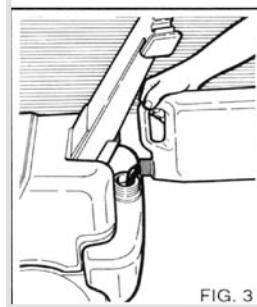

FIG. 3
Выберите необходимое химическое средство и разведите его водой (рис.2.) в соответствии с инструкциями указанными упаковке средства. Заполните бак полученным раствором (рис.3). Спрашивайте у дилера каталог химических средств в зависимости от вида мытья и типа обрабатываемой поверхности.
- 1) Откройте кран подачи воды (рис.3А)
- 5) Отключите установку от сети водоснабжения (рис. 3А)